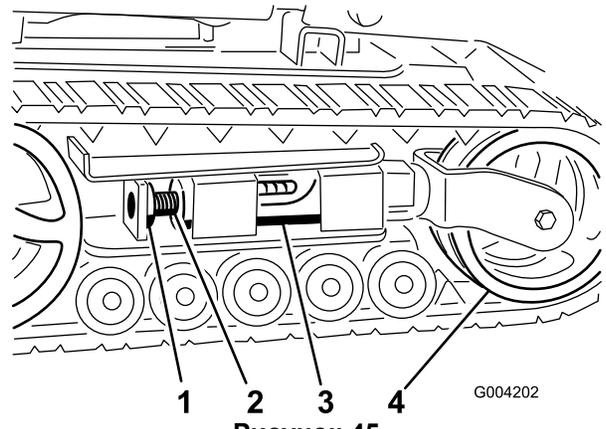

Рисунок 45
3. Отвинтите зажимной болт и гайку (Рисунок 45).
5. Совместите ближайшую выемку в натяжном винте с отверстием в зажимном болте и закрепите винт при помощи зажимного болта и гайки (Рисунок 45).
4. Используя торцевой ключ размером 1/2 дюйма, ослабьте натяжение привода, вращая натяжной винт по часовой стрелке (Рисунок 46 и Рисунок 45).
4. Используя торцевой ключ размером 1/2 дюйма, ослабьте натяжение привода, вращая натяжной винт по часовой стрелке (Рисунок 47 и Рисунок 45).